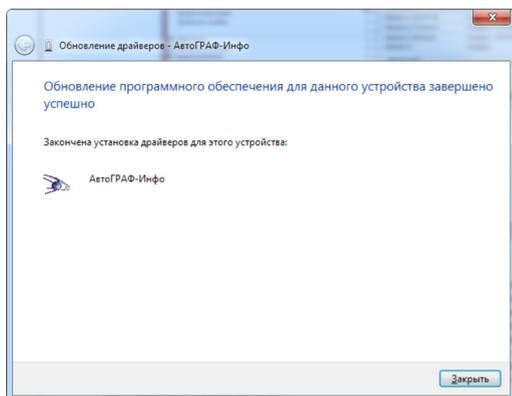

Рис.45. Завершение установки драйверов.
- После успешной установки драйверов система автоматически определит подключенное устройство (Рис.45).